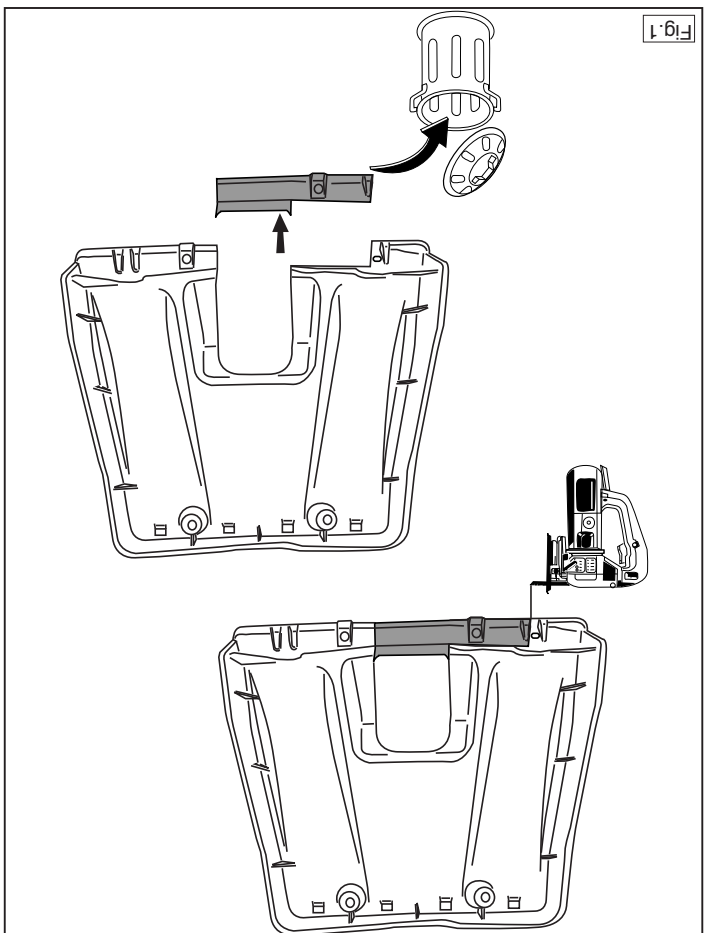

Fig.1
3. Saw a portion out of the cover plate as shown in figure 1.
- 3. Gemäß Abb. 1 einen Teil aus der Abdeckplatte heraus sägen.
3. Scier une partie de la plaque de protection conformément à la figure 1.